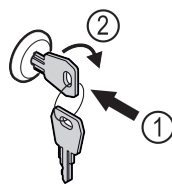

Fig. 180 Ilustratīvs attēlojums
- Iespiediet atslēgu Fig. 180 (1).
- Grieziet atslēgu par 90° pulksteņrādītāja virzienā Fig. 180 (2).